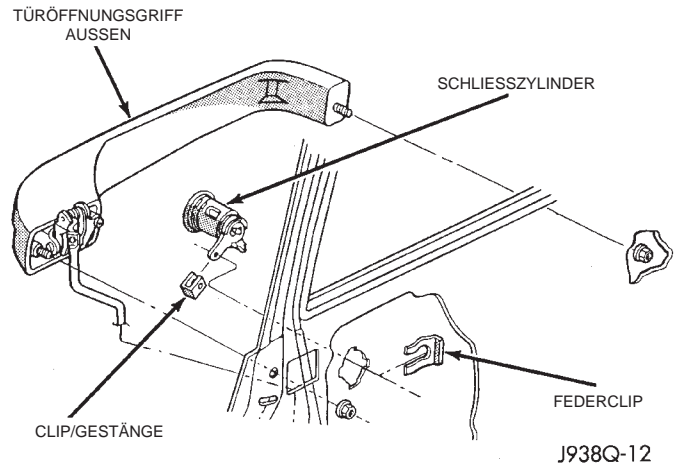

Abb. 7 Türschließzylinder aus- und einbauen
- (8) Türverkleidung so weit vom Türinnenblech abziehen, daß die Steckverbinder von der Schaltzentrale und von der Innenraumleuchte an der Tür (je nach Ausstattung) abgezogen werden können.
- (9) Wasserschutzfolie von der hinteren Montageöffnung am Türinnenblech abbauen.
- (10) Den Federclip lösen, mit dem der Schließzylinder am Türaußenblech befestigt ist (Abb. 7).